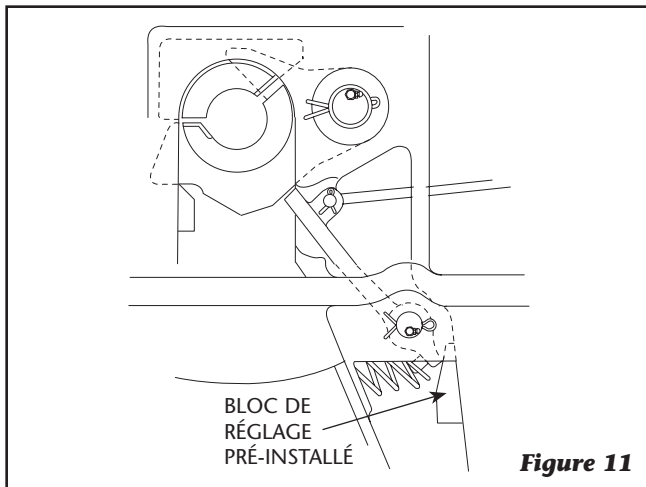

Figure 11
14.2 Procédures d'installation du serrure secondaire sur les modèles déjà équipés d'un bloc de réglage (Figure 11) :